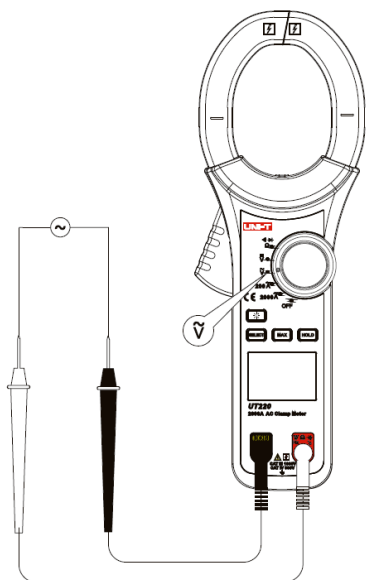

Figura 4
2. MEDICÃO DE TENSÃO AC (\tilde{V}) (VER FIGURA 4)